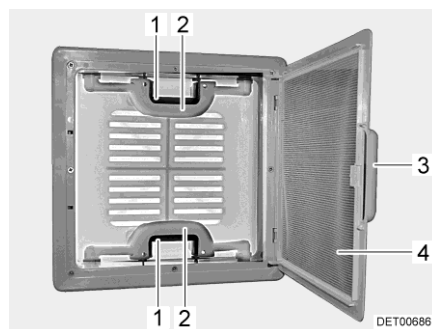

Bild 20 Taklucka med snäpplås
- Drag i handtaget (Bild 20,3).
- Fäll ned insektsskyddet (Bild 20,4).
- Tryck snäpplåset (Bild 20,1) mot takluckans insida. Tryck samtidigt takluckan uppåt med handtaget (Bild 20,2).
- Fäll upp insektsskyddet (Bild 20,4) så att det hakar i.
- Drag kraftigt ner takluckan med hjälp av båda handtagen (Bild 20,2) så långt, att snäpplåsen (Bild 20,1) går i lås.